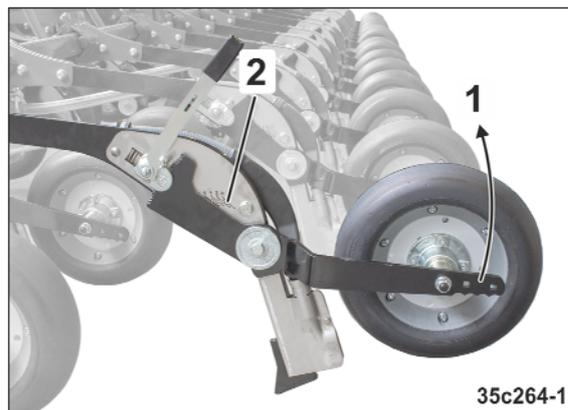

Рис. 177
4. Переместите прижимные катки в нужное положение за рукоятку (Рис. 177/1)
6. Посмотрите настроенную толщину слоя почвы на шкале (Рис. 177/2)